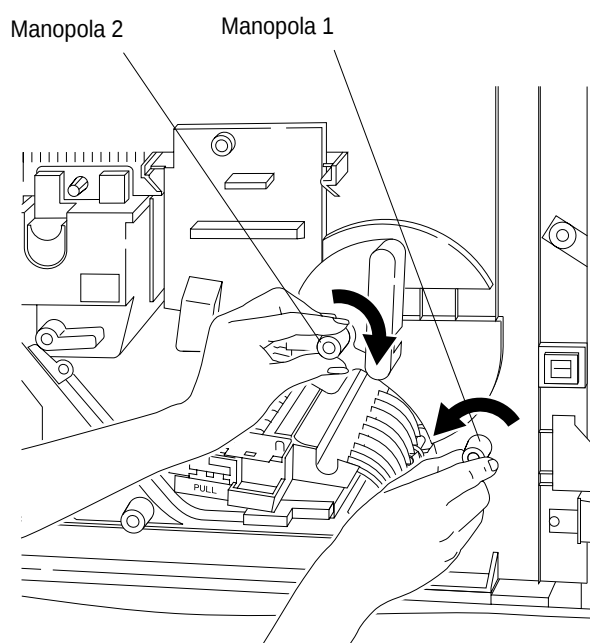

Figura 3-41 Come girare le manopole 1 e 2
8. Girare la manopola 1 in senso antiorario e la manopola 2 in senso orario per spostare la carta nella giusta posizione affinché possa essere rimossa, come mostrato nella Figura 3-41.